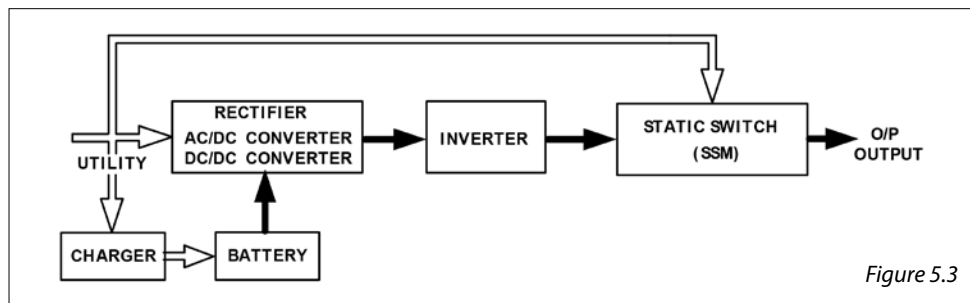

Figure 5.3
3. Lors d'une panne, l'onduleur fonctionnera comme indique Figure 5.3. Lorsque les batteries sont faiblement chargées, le bipleur sonnera en continu jusqu'à ce qu'elles soient complètement déchargées. La protection batterie faible de l'onduleur permet l'arrêt de l'alimentation à un niveau déterminé pour éviter la vidange des batteries.